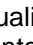

Figura 1 – VISTA FRONTALE COMFORT CONTROLLER INTERFACE.
- **Display grafico** sul quale vengono visualizzati tutti i parametri necessari ad effettuare il controllo, la programmazione e la configurazione degli impianti gestiti della CCI (vedi particolare A di Figura 1).
- **Manopola selezionatrice (Encoder):** rappresenta lo strumento con il quale si interagisce con la CCI, consente di selezionare opzioni, impostare parametri etc (vedi particolare B di Figura 1).
- **Porta seriale RS 232** utilizzata per il collegamento della CCI a un Personal computer (vedi particolare C di Figura 1).